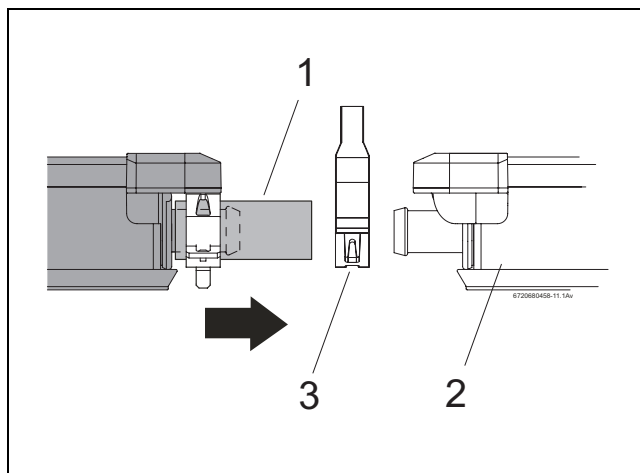

Fig. 41 Împingerea celui de-al doilea panou până la primul
- ▶ Amplasați cel de-al doilea panou cu furtunurile solare premontate (Fig. 41, [1]) în partea superioară pe șinele profilate și lăsați-l să alunece în siguranțele împotriva alunecării.
- ▶ Împingeți cea de-a doua bridă cu bandă elastică (Fig. 41, [3]) pe furtunul solar.
- ▶ Împingeți panoul spre primul panou (Fig. 41, [2]), astfel încât furtunurile solare premontate să fie împinse pe piesele de îmbinare din partea stângă a primului panou.